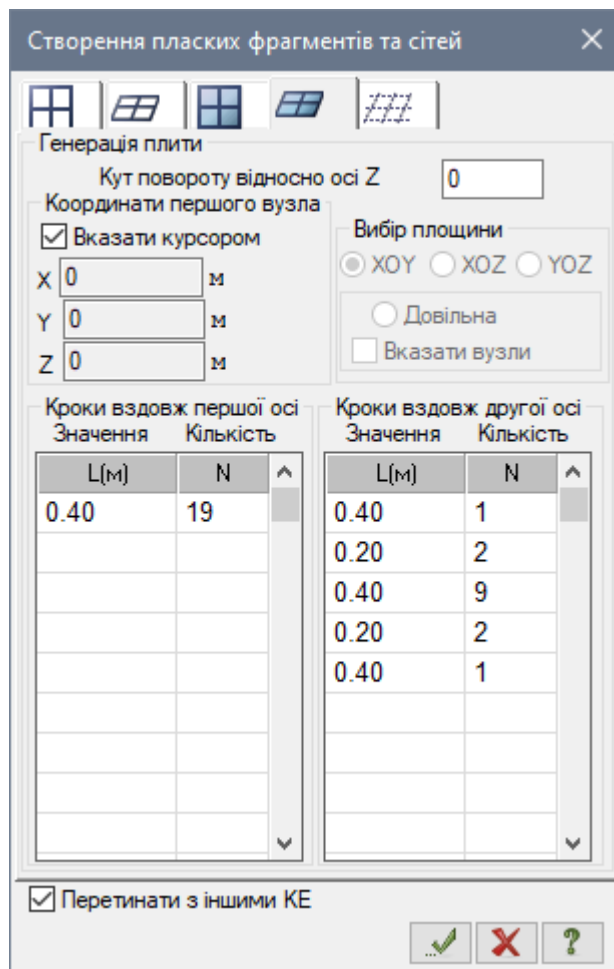

Рис. 9.4. Діалогове вікно Створення плоских фрагментів та сітей
- Решта параметрів приймаються за умовчанням (рис. 9.4).